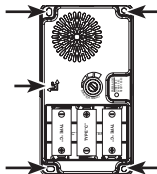

Figura 6
7. **Instale la base de la campana.** Coloque la base de la campanilla de forma vertical contra la pared y asegúrese de que esté nivelada. Marque las cuatro ubicaciones de los orificios para los tornillos en la superficie de montaje (vea la Figura 6). Taladre cuatro orificios guía de 3/16 e inserte las anclas de expansión de pared. Alinee los cuatro orificios para tornillos en la base de la campanilla con las anclas de expansión para pared e inserte los cuatro tornillos M3 x 30 mm. Apriete de forma segura.